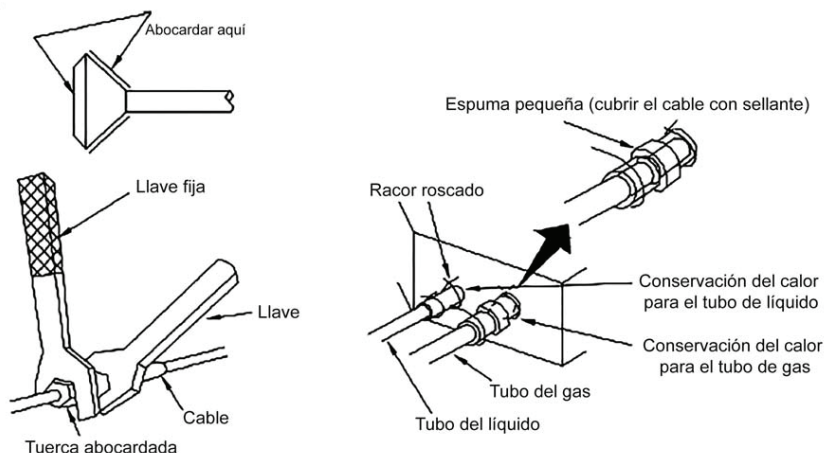

Fig. 2.5
- ◆ Al conectar o desconectar la tubería a la unidad use una llave y una llave de apriete como se muestra en la Fig. 2.5.